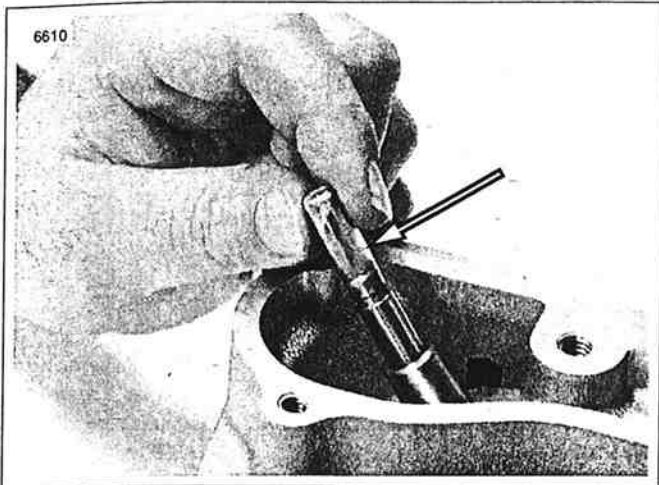

Figura 3-42. Manga protectora del sello de la guía de la válvula
3. Vea la Figura 3-42. Coloque una funda protectora sobre la ranura del fijador del vástago de la válvula. Cubra la manga protectora con aceite.